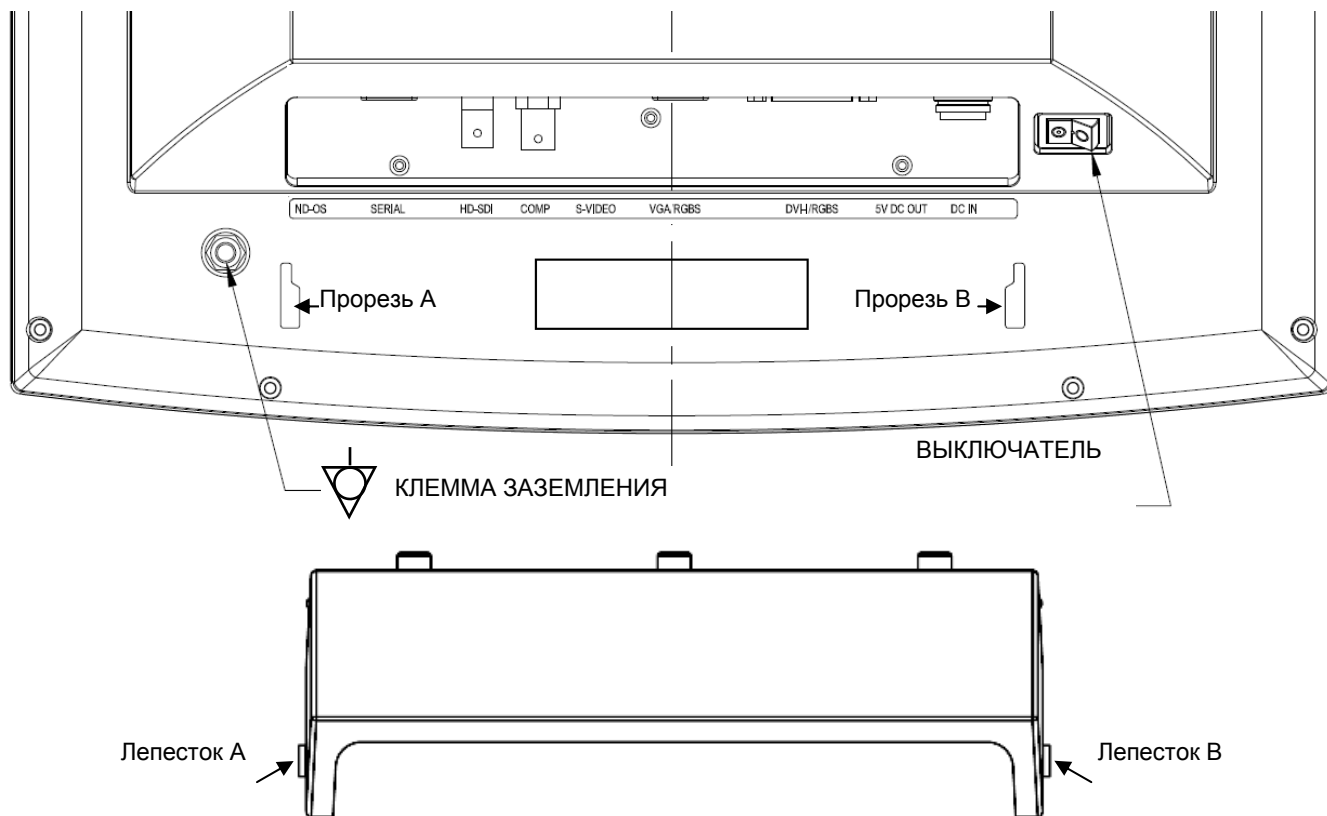

Рис. 1
2. Возьмите крышку так, чтобы лепестки А и В располагались против широкой части прорезей А и В. См. рис. 1.